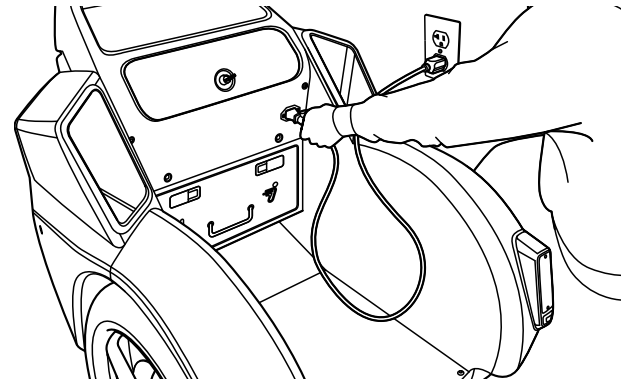

Abbildung 40: An eine geerdete Netzsteckdose anschließen
3. Schließen Sie ein Ende des (im Lieferumfang des Fahrzeugs enthaltenen) Netzkabels an eine geerdete Netzsteckdose (100V–240V; 50Hz–60Hz) an. Das Netzkabel muss ordnungsgemäß geerdet sein (**Abbildung 40**).